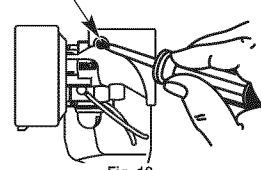

Fig. 19
La vitesse de ralenti du moteur est réglable à l'aide d'une vis de réglage accessible par un trou situé sur le dessus du couvercle du moteur (Fig. 19).
- Relâchez la manette des gaz et laissez tourner le moteur au ralenti. Si le moteur s'arrête, insérez un tournevis cruciforme entre la couverture du filtre à air et celle du moteur (Fig. 19). Tournez la vis du ralenti dans le sens des aiguilles d'une montre, 1/8 de tour à la fois (selon le besoin) jusqu'à ce que le moteur tourne au ralenti sans à-coups.